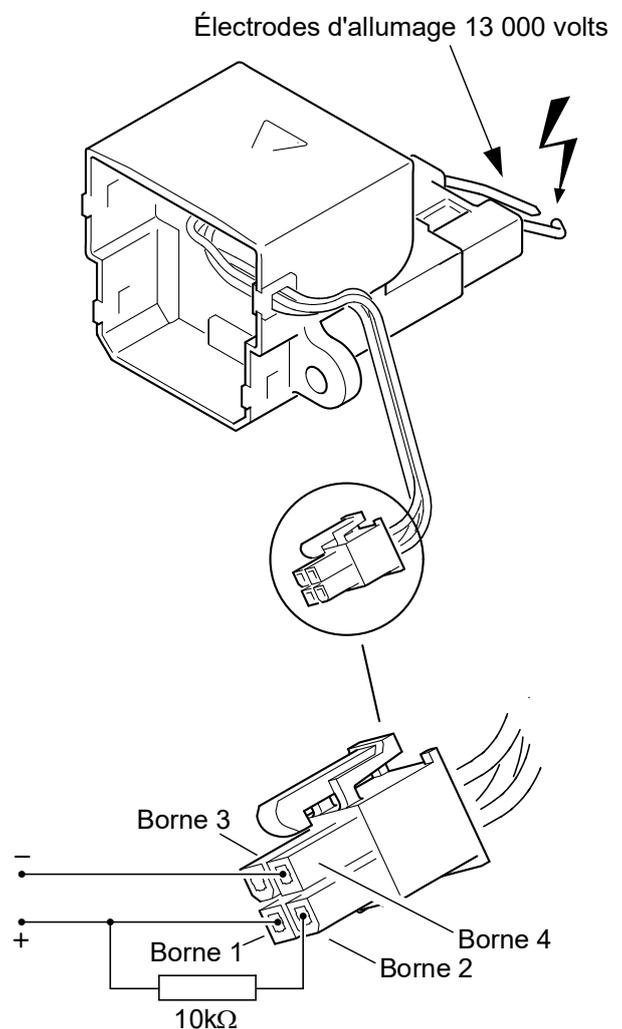

Fig. 507
- Appliquez une tension continue de 24 volts selon Fig. 507 (10 kOhm au niveau de l'entrée SE).